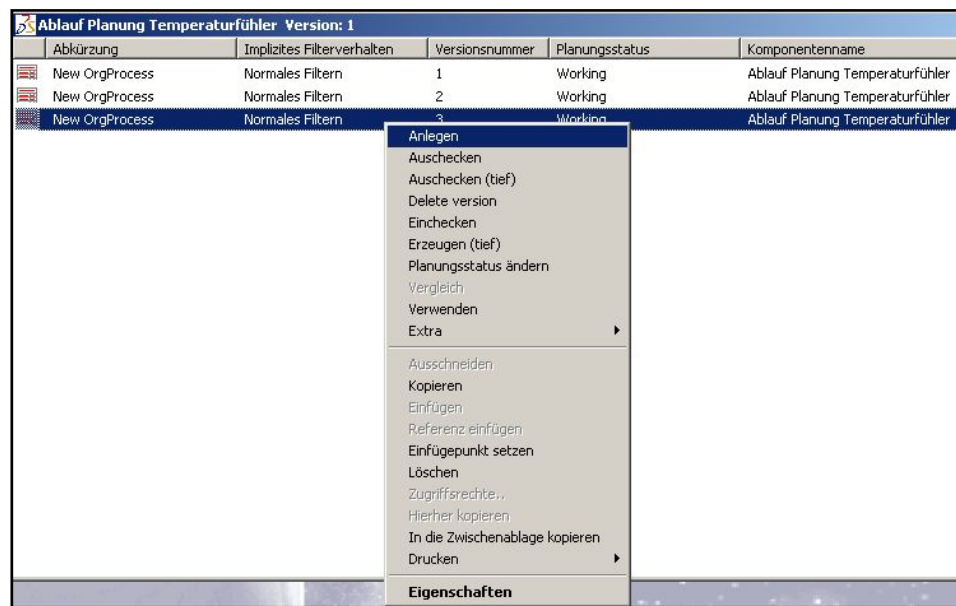

Abbildung 207: Kontextmenü bei der Versionierung
- Folgende Kontextmenüeinträge sind zu beachten (siehe Abbildung 207) :